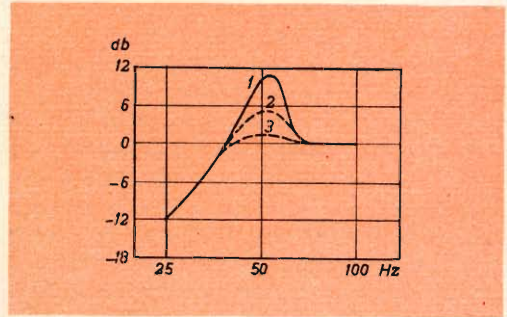

Fig. 4 - La risonanza fondamentale di: 1) un altoparlante normale; 2) un altoparlante con copertina di tela; 3) un altoparlante con cuscinetto d'aria.
Un altro punto da considerare a proposito degli altoparlanti è quello riguardante la risonanza. A una determinata frequenza, che è bassa, l'insieme costituito dal cono, dal centratore e dall'aria circostante entra in vibrazione molto facilmente e il suono corrispondente viene riprodotto con un'intensità particolare; al disotto della frequenza di risonanza la sensibilità dell'altoparlante decresce in ragione di 12 dB per ottava. La risonanza è, come sempre, dannosa per una riproduzione di qualità, perché certi suoni ne risultano esaltati e perché inoltre la loro durata viene prolungata alquanto, in modo che la musica diventa cavernosa (suono di botte). Esistono diversi mezzi per combattere questa risonanza e uno consiste nel tendere intorno all'altoparlante una copertura di tela; la curva a tratto pieno (1) della **fig. 4** rappresenta la risposta di un certo altoparlante senza tela, la curva (2) con tela. Un metodo molto efficace di smorzamento (3 nella **fig. 4**) è ottenuto prolungando il cono in modo che la sommità invece di essere trunca penetri nella bobina mobile e praticando nel nucleo un incavo in corrispondenza del vertice del cono.